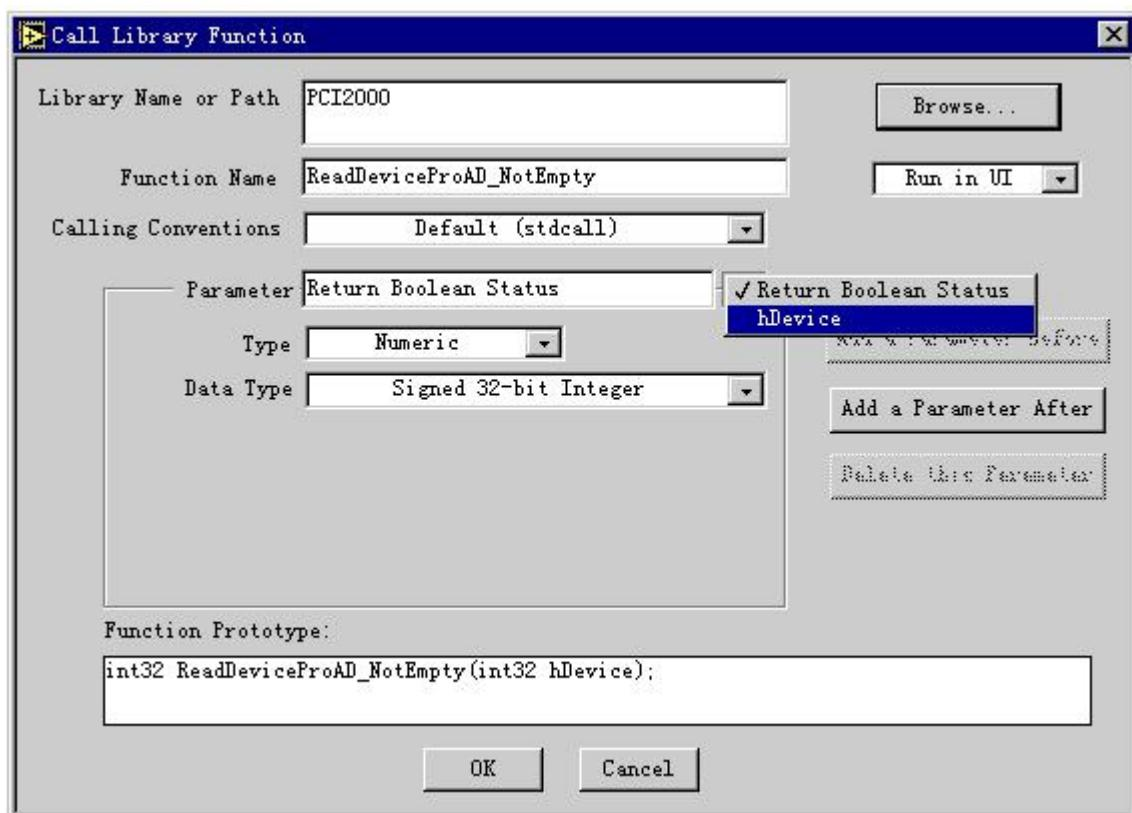

图 21 如何在某个参数之后添加另一个参数的一步
1. 在 Parameter 下拉列表框中将当前参数位置定位在 hDevice 参数上, 如图 21;